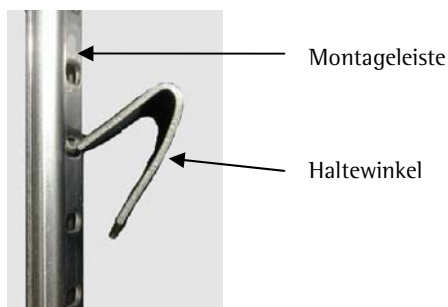

Abb. 7: Montage der Haltewinkel
1. Befestigen Sie den Haltewinkel mit dem oberen Haken zuerst – in der gewünschten Höhe – in der Aussparung der Montageleiste (s. Abb. 7)